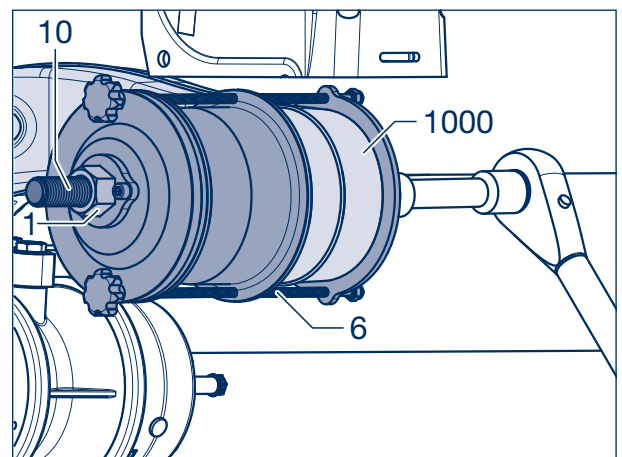

Bild 5
- [19] Gewindestangen (6) soweit lösen, dass die Vorrichtung von vorn über den Kopf des Führungslenkers (1000) geschoben werden kann. Der Einziehtrichter (5) liegt am Ring (7) an.
- [20] Einziehvorrichtung so montieren, dass die Zentrierung des Zugtellers (4) im Führungslenkerauge liegt.
- [21] Gewindestangen (6) leicht anziehen.
- [22] Zugstange (10) und Mutter (1, SW 36, siehe Bild 5) großzügig mit einem hoch belastbaren Schmier- und Montagefett (z.B. STABURAGS NBU30 PTM) einstreichen.
- [23] Scheiben (9) und den Zughalter (8) auf die Zugstange stecken.
- [24] Gummi-Stahl-Buchse (1005) mit dem Pfeil nach oben in den Einziehtrichter (5) einlegen.